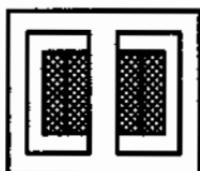

Рис. 171
6.3. Какие трансформаторы изображены на рис. 171?
2. На рис. 171, *a* стержневого типа, а на рис. 171, *b* броневого.
3. На рис. 171, *a* броневого типа, а на рис. 171, *b* стержневого.